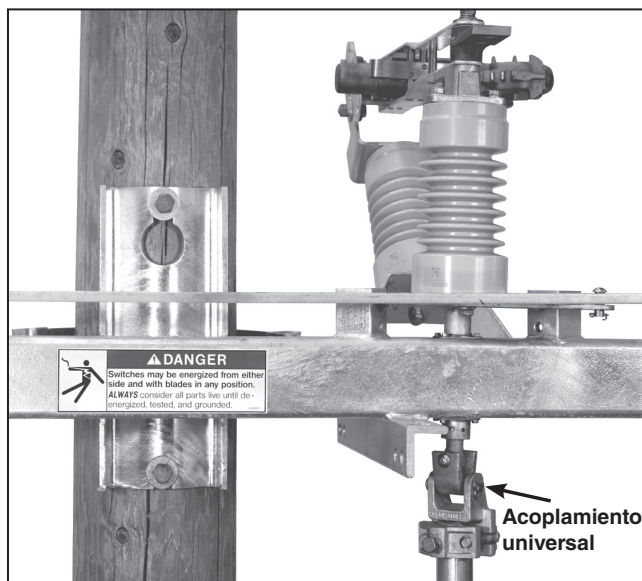

Figura 15. Instalación de la sección más alta del tubo de operación vertical.
**PASO 13.** Inserte la sección más alta del tubo de operación vertical en el acoplamiento universal fijado en la cara inferior del ensamble del interruptor. Vea la Figura 15. Asegúrese que la punta cortante del tornillo perforante de sujeción no sobresalga del cuerpo de la abrazadera del acoplamiento del tubo.